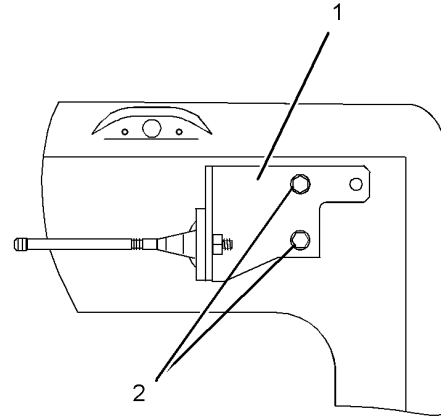

Ilustración 354
- b. Reinstale el soporte (1) con los pernos (2) que se encuentran en los dos orificios superiores del soporte. Consulte la ilustración 354.